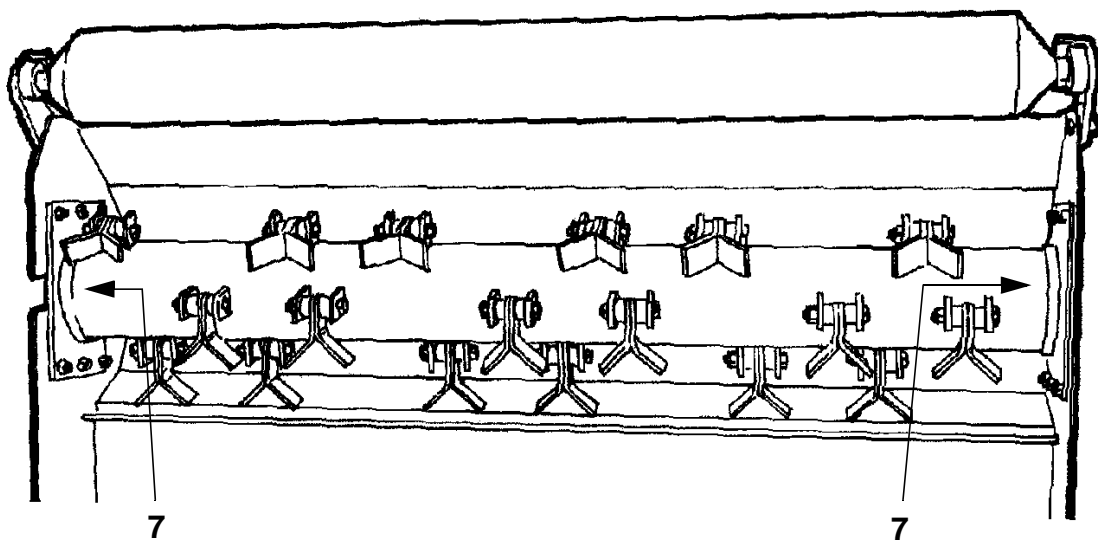

Fig. 8-4
*Non dirigere getti di liquidi a pressione nelle zone 7 (Fig. 8-4).*
*Avoid direct pressure water streams in the areas 7 (Fig. 8-4).*